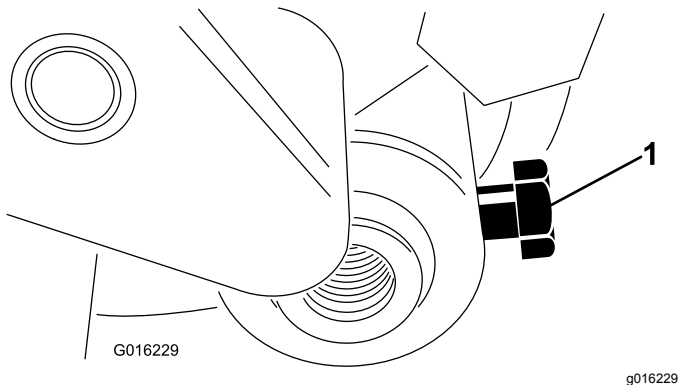

Figura 15
4. Inserite l'albero del rullo nel braccio regolatore destro e fissatelo senza serrarlo con il bullone dell'albero del rullo (Figura 15).
4. Centrate il rullo tra i bracci regolatori e serrate i bulloni di fissaggio (**Figura 15**).